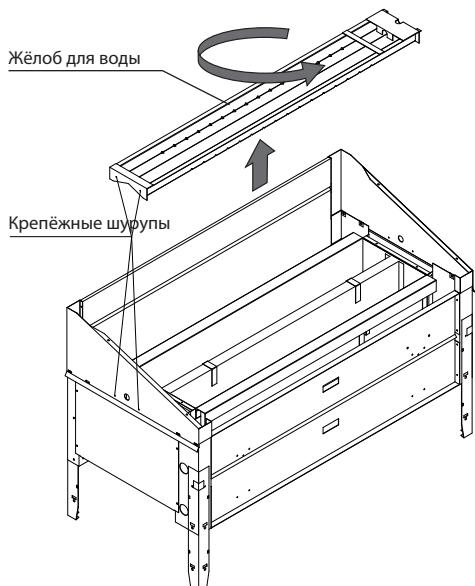

Рис. 5
- **Внимание:** При необходимости также разверните внутренний ёлоб, так чтобы уклон шел от точки подключения воронки (см. § 6, рис. 5).
- Удалить 4 фиксирующих шурупа (рис. 5)